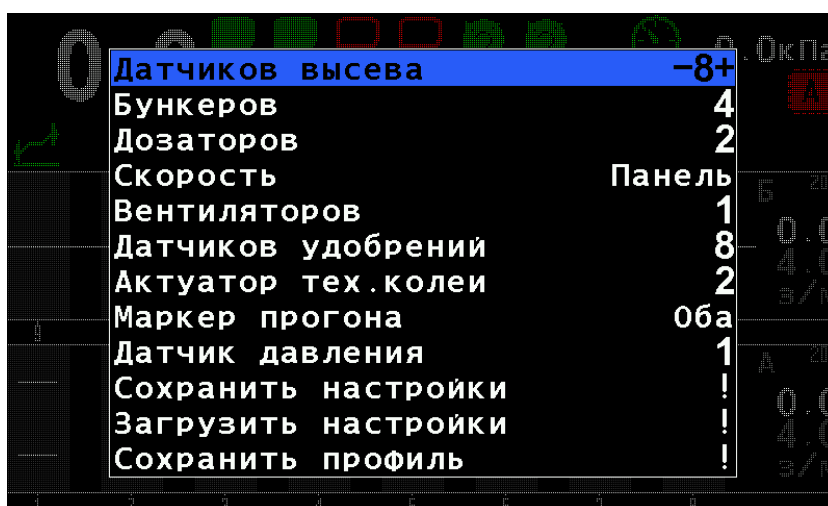

РИСУНОК 47 МЕНЮ "ПРОФИЛЬ"
4.11.1.  **Профиль** - вызывает вложенное меню, позволяющее настроить состав и количество датчиков системы контроля высева. Вложенное меню содержит следующие параметры, см. «Рисунок 47»: